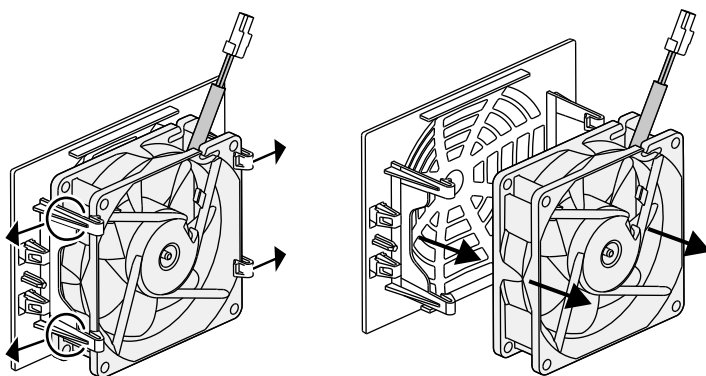

Bild 72: Demontera fläktgallret
5. Fläkten kan dessutom dras loss från luftgallret. Tryck därtill låstungorna utåt en aning och dra loss fläkten.  Bild 72